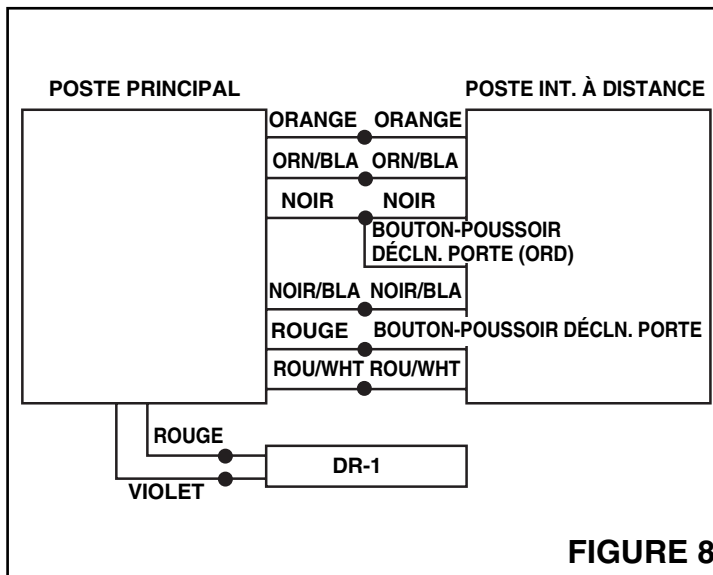

FIGURE 8
1. Raccorder le câble du haut-parleur à distance au haut-parleur principal, comme indiqué à la Figure 8.
3. Voir Figure 8. Raccorder les fils ROUGE et VIOLET du haut-parleur aux fils du déclencheur de porte.